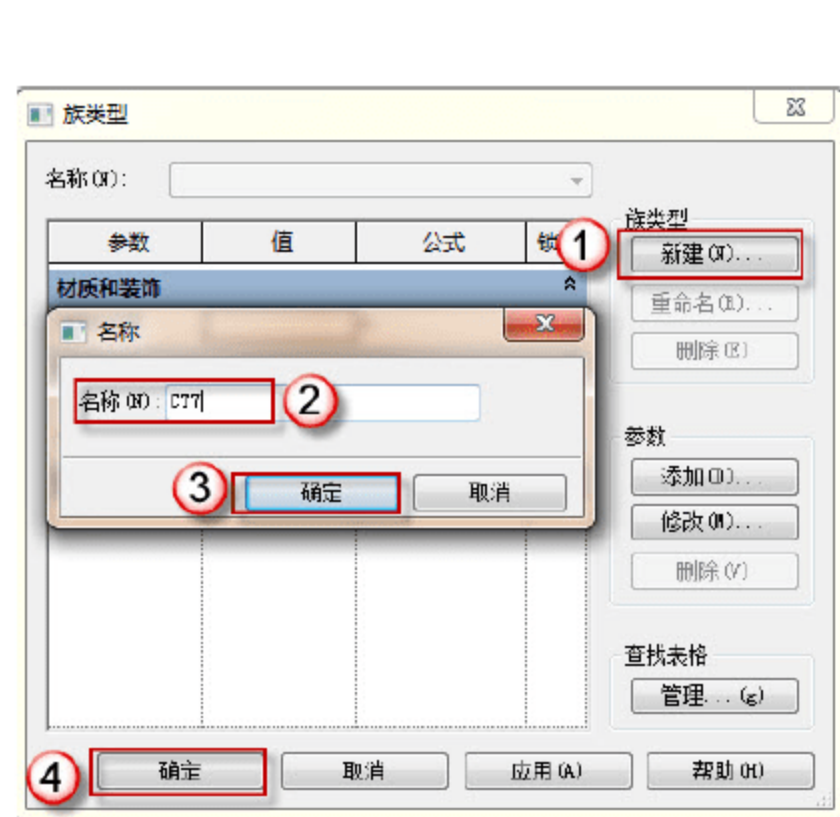

图 2.1.89 编辑族名称
(11) 编辑族名称。单击“族类型”按钮，在弹出的“族类型”对话框中，单击“新建”按钮，在弹出的“名称”中输入“CT7a”，并单击“确定”按钮，如图 2.1.89 所示。